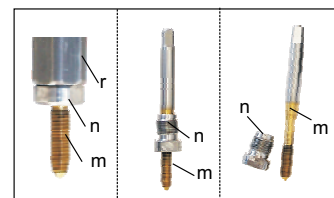

FIG. 15
- Dévisser l'écrou (n) en maintenant la tige supérieure (r) immobile (FIG. 15) ;
- Enlever le taraud (m) avec l'écrou (n). FIG. 15 ;
- Appuyer sur la touche OFF de l'écran tactile pour rallumer la machine (ON).